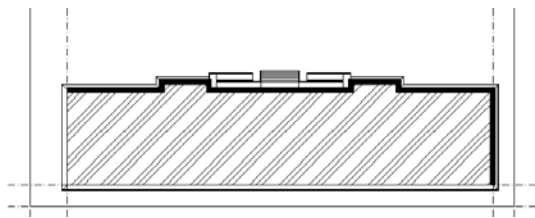

图 15.95 散水线
(3) 执行偏移命令,将建筑物的轮廓线向外偏移 1000,作为建筑物的散水线,并用直线连接建筑各角点与相应散水线各点,最后执行修剪命令,将两个残疾人坡道之间的散水线修剪掉就得到图 15.95 所示。